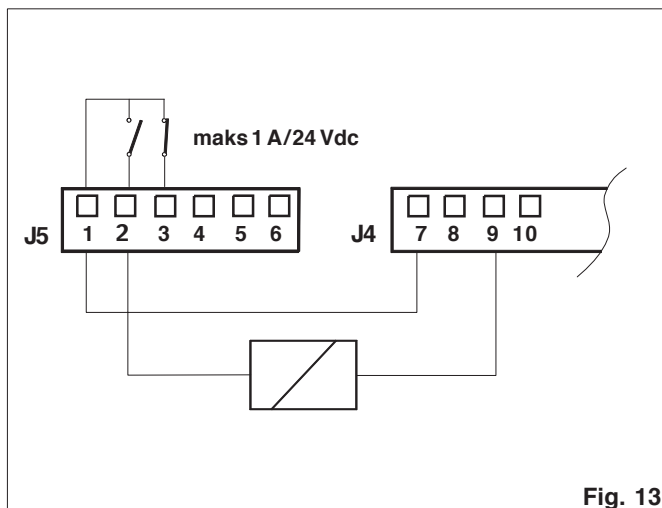

Fig. 13
**ⓐ J5 Terminal Kopling til reléutgang (Fig. 13, 14, 15).****BESKRIVELSE PÅ TERMINAL****1 Elektrisk sluttstykke - felles****2 Elektrisk sluttstykke - N.O. kontakt (maks belastning 1 A/24 V) (Fig. 13)**